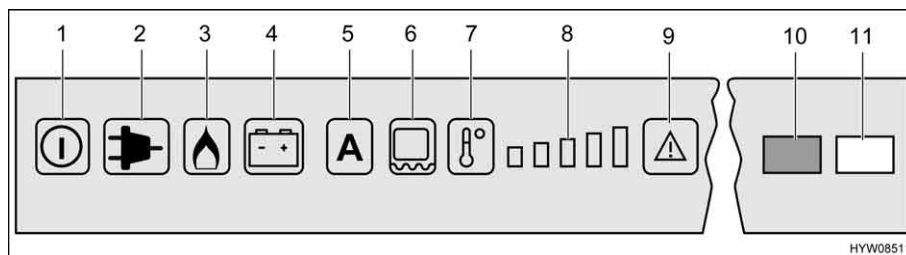

Fig. 90 Elementi di comando per il frigorifero (Dometic RMD)
Se è impostata la modalità di funzionamento "AES", la tensione a 230 V **non** è allacciata e il motore del veicolo è **spento**, il sistema AES seleziona il rifornimento di gas. Selezionando il funzionamento a gas, il dispositivo di sicurezza si apre automaticamente, così che il gas possa fluire al bruciatore. Contemporaneamente si inserisce l'accenditore elettronico. Se la fiamma del gas si spegne, p. es. a causa di un colpo di vento, l'accenditore viene subito azionato riaccendendo il gas. In caso di guasto del funzionamento a gas, lampeggiano i tasti luminosi "Gas" (Fig. 90,3) e "Guasto" (Fig. 90,9). La spia di controllo "Guasto" (Fig. 90,10) è accesa e viene emesso un allarme acustico per 20 secondi.
Dopo l'accensione il frigorifero seleziona automaticamente la regolazione intermedia del termostato. Questa regolazione può essere modificata manualmente tramite il tasto di selezione del livello di temperatura (Fig. 90,7). Le spie di controllo (Fig. 90,8) indicano la temperatura selezionata sul termostato. Il tasto di selezione del livello di temperatura permette di regolare la temperatura di refrigerazione per tutti e tre i tipi di energia. Ci vogliono alcune ore prima che il frigorifero raggiunga la temperatura normale di esercizio. Cambiando la modalità di funzionamento la regolazione del termostato non viene modificata. La temperatura di refrigerazione è indipendente dal tipo di energia utilizzata.
- Accendere il riscaldamento del telaio per 2 ore: Premere una volta il tasto (Fig. 90,6). Sull'indicazione dei gradi di temperatura (Fig. 90,8) si accende una barra.
- Accendere il riscaldamento del telaio per 5 ore: Premere due volte il tasto (Fig. 90,6). Sull'indicazione dei gradi di temperatura (Fig. 90,8) si accendono due barre.
- Regolazione del riscaldamento del telaio ad esercizio continuo: Premere tre volte il tasto (Fig. 90,6). Sull'indicazione dei gradi di temperatura (Fig. 90,8) si accendono tre barre.
L'indicazione dei gradi di temperatura (Fig. 90,8) indica per alcuni secondi la durata di esercizio del riscaldamento del telaio.
Nel caso di temperature esterne ed umidità dell'aria elevate è possibile che si formino gocce d'acqua sul telaio in metallo del vano congelatore. Per questo motivo il frigorifero è dotato di un riscaldamento del telaio per il vano congelatore. Nel caso di temperature e umidità dell'aria elevate, accendere il riscaldamento del telaio con il tasto (Fig. 90,6). È possibile così evitare fenomeni di corrosione. Quando il riscaldamento del telaio è acceso, si accende il tasto luminoso (Fig. 90,6).
- Premere il tasto On/Off (Fig. 90,1) per circa 2 secondi. Il frigorifero si accende e viene visualizzato l'ultimo tipo di energia impostato, oppure "AES".
- Impostare la temperatura di refrigerazione con il tasto di selezione del livello di temperatura (Fig. 90,7). Le spie di controllo (Fig. 90,8) indicano la temperatura selezionata sul termostato.
- Premere il tasto On/Off (Fig. 90,1) per circa 2 secondi. Il frigorifero si spegne e le indicazioni smettono di lampeggiare.